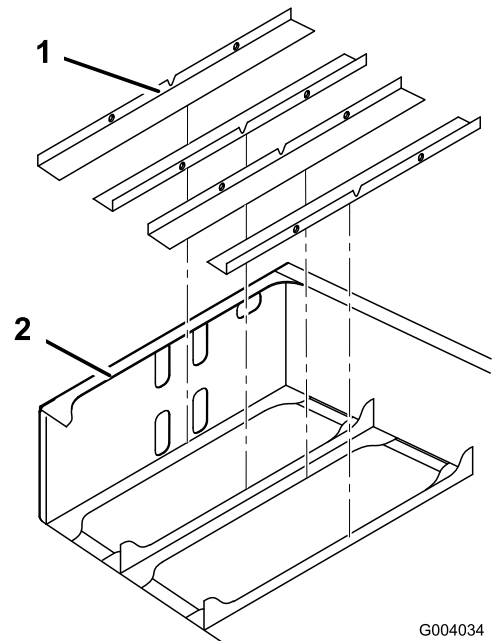

Figura 4
2. Instale a caixa dos tabuleiros das baterias na estrutura de montagem na retaguarda (Figura 4).